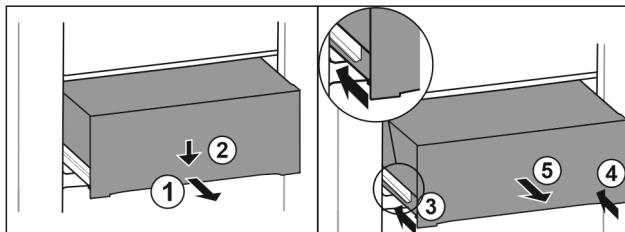

Fig. 86
- Predal izvlecite do polovice. Fig. 86 (1)
- Predal na sprednji strani potisnite navzdol. Fig. 86 (2)
- Levo vodilo potisnite približno 2 cm noter. Fig. 86 (3)
- Desno vodilo potisnite približno 2 cm noter. Fig. 86 (4)
- Predal vzemite ven v smeri naprej. Fig. 86 (5)